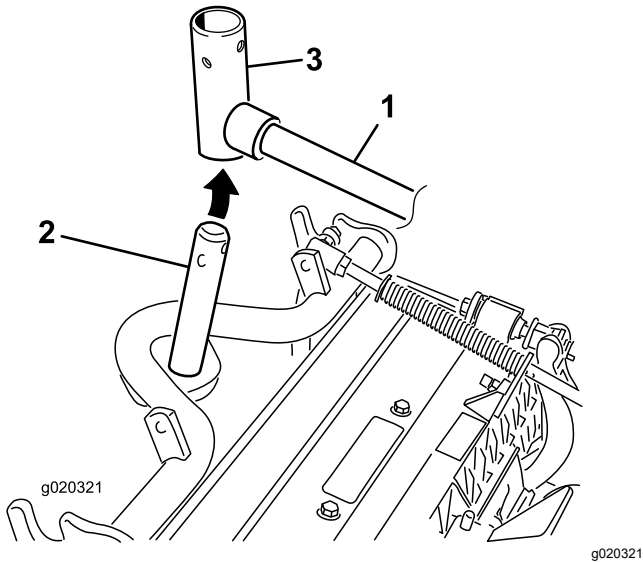

Figura 7
9. Per gli elementi di taglio anteriori, infilate un elemento di taglio sotto il braccio di sollevamento mentre inserite l'albero del telaio portante nella forcella di articolazione del braccio di sollevamento (Figura 7).
- B. Inserite la forcella del braccio di sollevamento nell'albero del telaio portante (Figura 7).